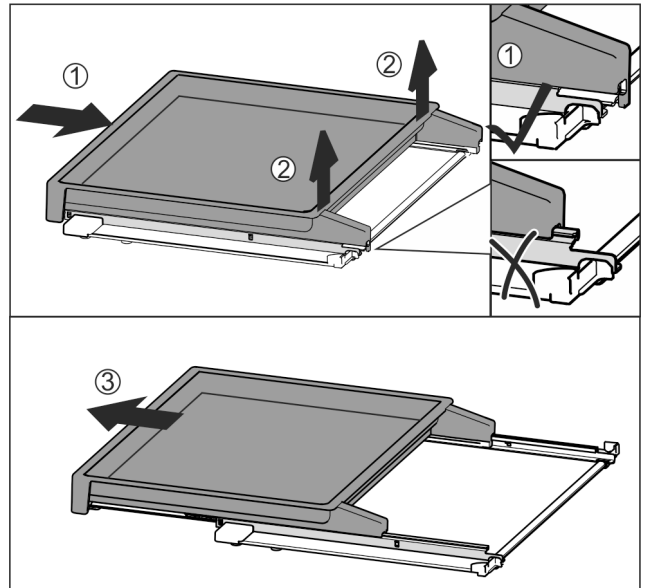

Fig. 36
- ▶ Uitschuifplateau volledig erin schuiven *Fig. 36 (1)*.
- ▶ Vergrendeling aan de achterkant losmaken *Fig. 36 (2)*.
- ▶ Uitschuifplateau vanaf de voorkant eruit halen *Fig. 36 (3)*.